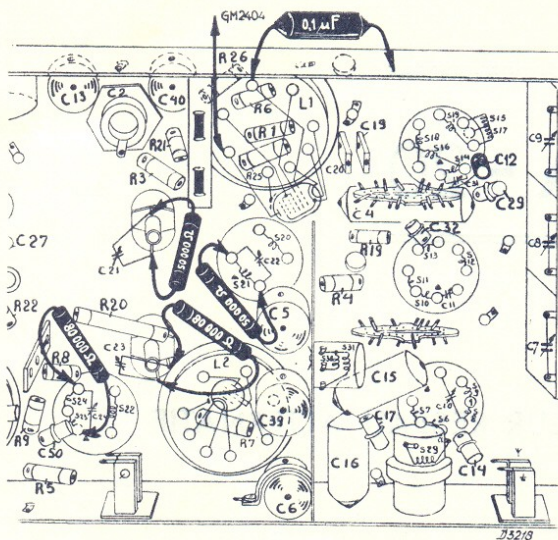

Fig. 2
5. Disposer une résistance de $50\,000\ \text{Ohm}$ en parallèle sur S21 et une résistance de $80\,000\ \text{Ohm}$ en parallèle sur S22 (voir fig. 2).
7. Déplacer la résistance de $50\,000\ \text{Ohm}$ vers S20 et la résistance de $80\,000\ \text{Ohm}$ vers S23+S24 (voir fig. 2).
3. Court-circuiter l'oscillateur en montant un petit conducteur en parallèle avec C9 (figure 2).
8. Régler C12 (voir fig. 2) sur la puissance de sortie maximum.